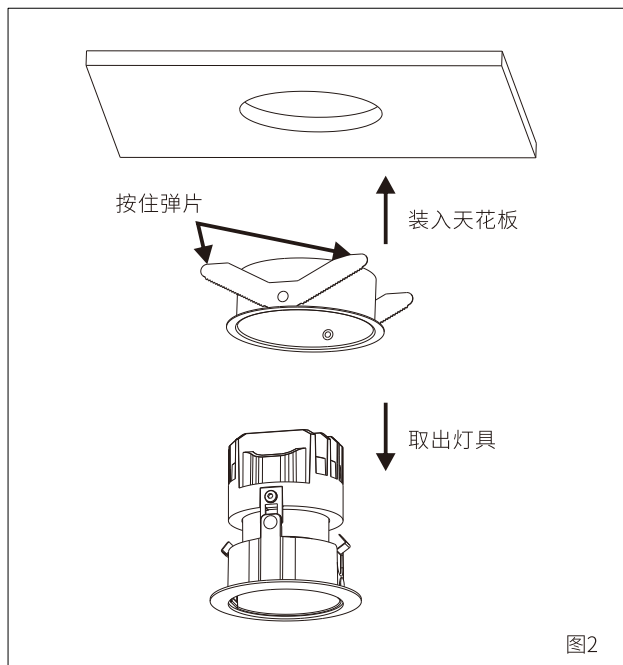

图2
2.将预埋环组件从灯具上取出,按住弹片,将预埋环装入开好孔的天花板,如图2所示: